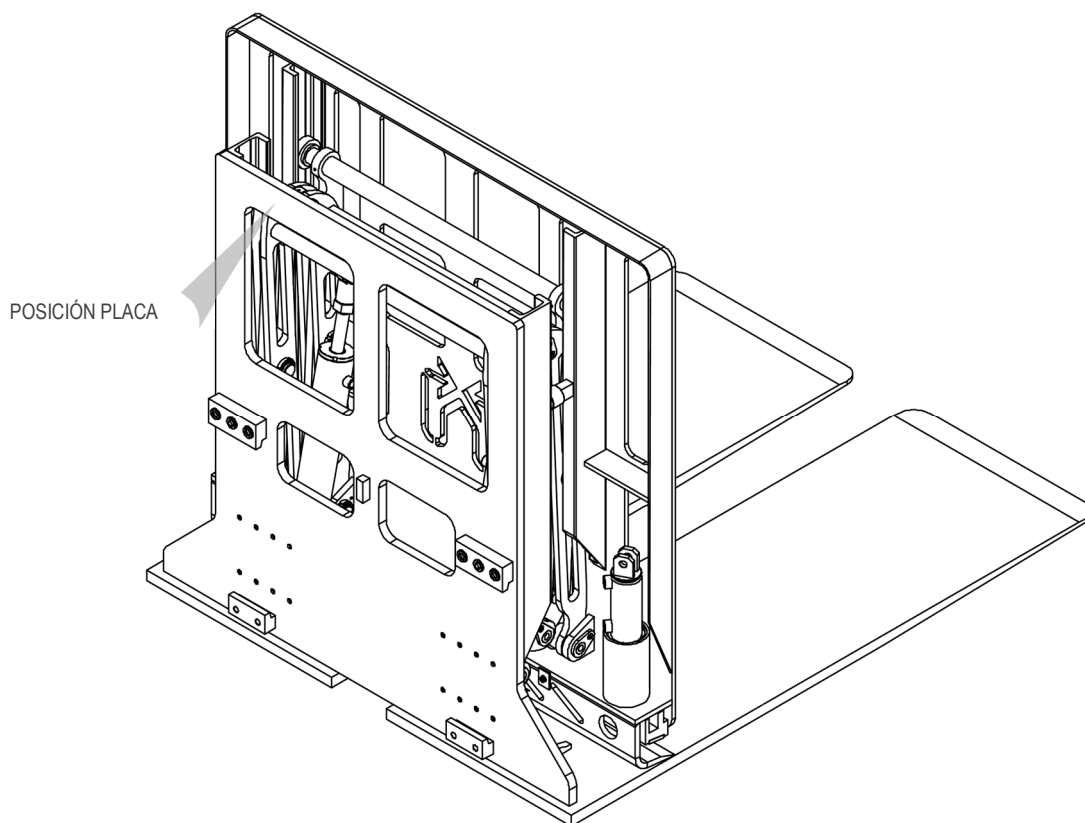

Figura 1
Todos los equipos A.T.I.B. – «PUSH-PULL CON RECUPERADOR Y EXPULSOR DE HOJAS TIPO 505 | PUSH-PULL HORQUILLA CON RECUPERADOR Y EXPULSOR DE HOJAS TIPO 505i | EMPUJADOR TIPO 490» se identifican mediante placa adhesiva (ver *Tabla 1*) colocada en el equipo (ver *Figura 1*, la posición de la placa de identificación puede variar en función del equipo). Hacer siempre referencia al número de matrícula.
5. Para el desplazamiento, utilizar correas o cadenas adecuadamente dimensionadas con respecto al peso del equipo indicado en la placa (consultar la *Figura 1* y la *Tabla 1* en la pág.7).
9. Conectar el circuito hidráulico, asegurándose de que la presión de funcionamiento de las tuberías sea superior o igual a la indicada en la placa de identificación (ver *Figura 1* y la *Tabla 1* en la pág.7).
8. Conectar el circuito hidráulico, asegurándose de que la presión de funcionamiento de las tuberías sea superior o igual a la indicada en la placa de identificación (ver *Figura 1* y la *Tabla 1* en la pág.7).